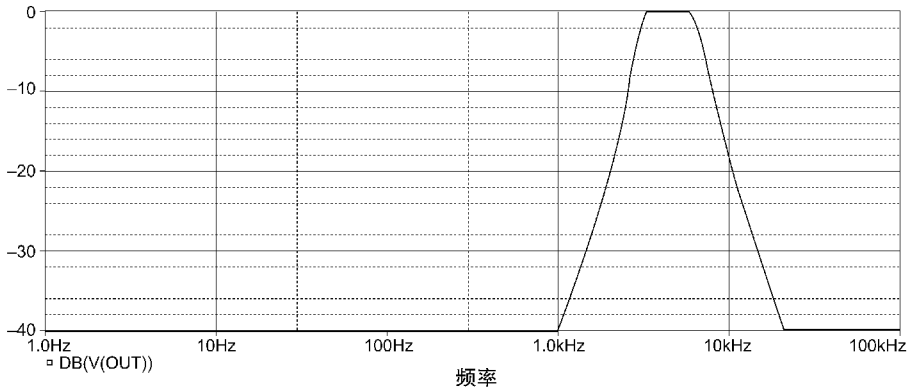

图 13.11 利用行为模型 EFREQ 实现带通滤波器的频率特性
4. 对电路运行交流扫描分析，将会得到如图 13.11 所示的带通滤波器频率特性响应波形。